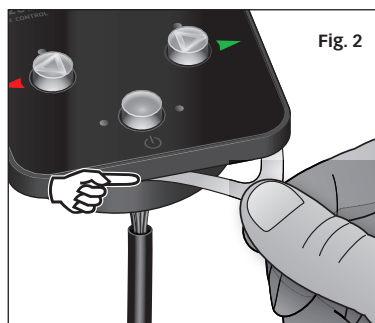

Fig. 2
- (Fig. 2) Retirer le papier de protection du joint adhésif, en évitant de toucher la partie adhésive avec les doigts;